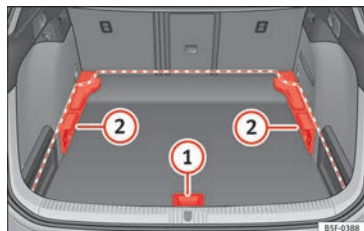
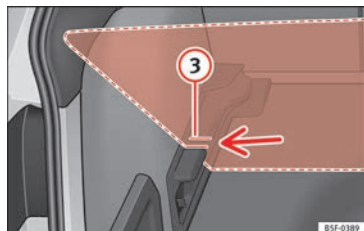

Fig. 181 Piso variable del maletero: posiciones.
Fig. 182 Piso variable del maletero: ranuras inclinadas.
- Levante el piso por el asidero » **fig. 181** ①, tire de él hacia atrás hasta que la parte
- Levante el piso por el asidero » **fig. 181** ①, tire de él hacia atrás hasta que la parte delantera del piso rebase totalmente los soportes ②.
- Haga coincidir esa parte delantera con las ranuras inferiores de dichos soportes y deslice el piso hacia adelante hasta que haga tope en el respaldo de los asientos posteriores bajando al mismo tiempo el piso con el asidero ①.
- Levante el piso variable por el asidero » **fig. 181** ① y tire de él hacia atrás hasta que la parte delantera del piso rebase las ranuras inclinadas » **fig. 182** ③.
- Haga pasar el piso por dichas ranuras ayudándose con el asidero ① hasta que haga tope en el respaldo de los asientos posteriores y se apoye el piso en las ranuras.